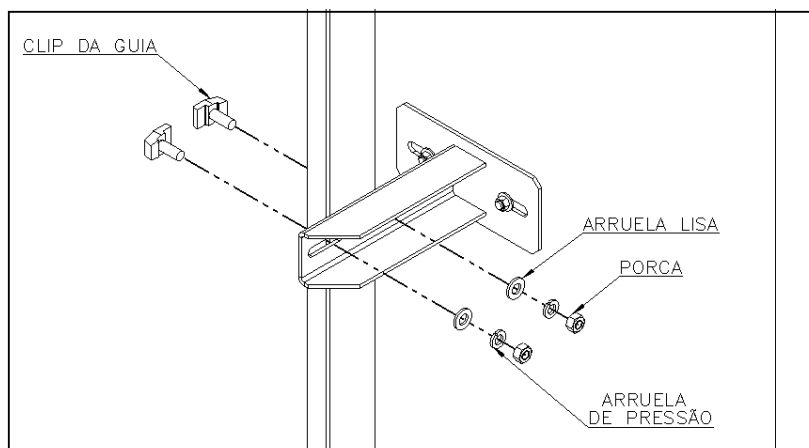

Figura 04: Fixação dos clip's das guias
- Posicionar os clip's (castanhas) das guias nos suportes conforme figura 04.